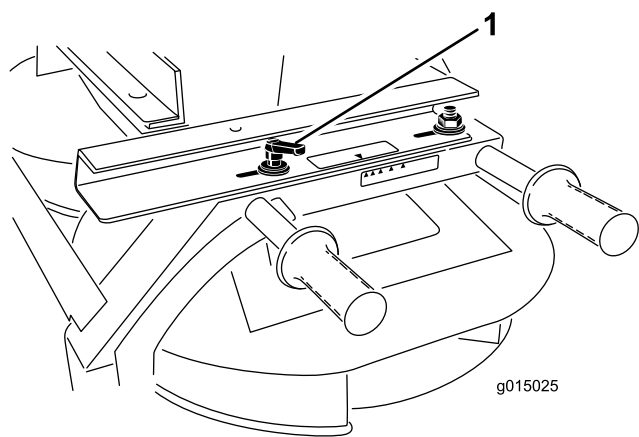

図 5
1. ツインスピナーの左右にあるハンドルをゆるめる 図 5。